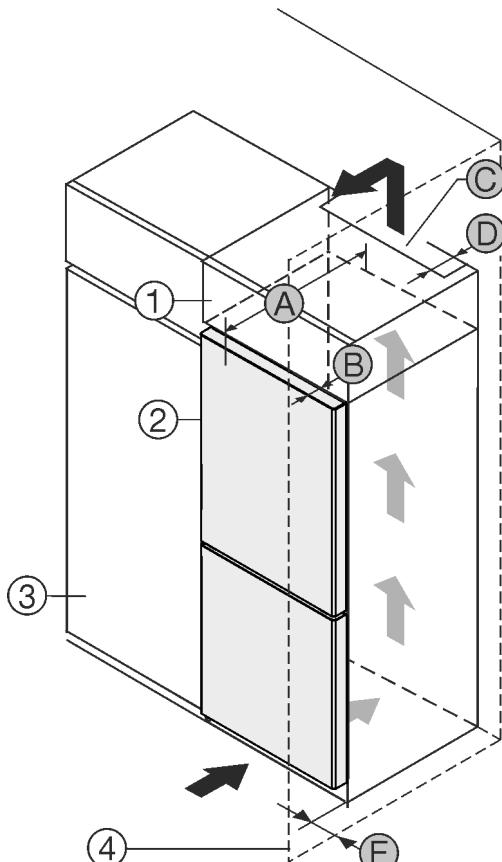

Fig. 1
Μπορείτε να τοποθετήστε τη συσκευή ακριβώς δίπλα από το ντουλάπι κουζίνας Fig. 1 (3).
Στην πίσω πλευρά του επικαθήμενου ντουλαπιού πρέπει να υπάρχει ένα κενό εξαγωγής αέρα με βάθος Fig. 1 (D) σε όλο το πλάτος του επικαθήμενου ντουλαπιού.
Κάτω από την οροφή του δωματίου πρέπει να τηρείται η διατομή εξαερισμού Fig. 1 (C).
Εάν τοποθετήσετε τη συσκευή με τους μεντεσέδες δίπλα σε κάποιον τοίχο Fig. 1 (4), τότε πρέπει η απόσταση ανάμεσα στη συσκευή και στον τοίχο να ανέρχεται σε τουλάχιστον 13 mm.
Εάν τοποθετήσετε τη συσκευή με τους μεντεσέδες δίπλα σε κάποιον τοίχο Fig. 1 (4), τότε πρέπει η απόσταση ανάμεσα στη συσκευή και στον τοίχο να ανέρχεται σε τουλάχιστον 20 mm.
Για να μπορείτε να ανοίγετε τελείως την πόρτα, πρέπει η συσκευή να προεξέχει κατά το βάθος της πόρτας Fig. 1 (B) από την πρόσοψη του ντουλαπιού κουζίνας. Η συσκευή μπορεί να προεξέχει περισσότερο, ανάλογα με το βάθος των ντουλαπιών κουζίνας Fig. 1 (3) και την χρήση αποστατών τοίχου.